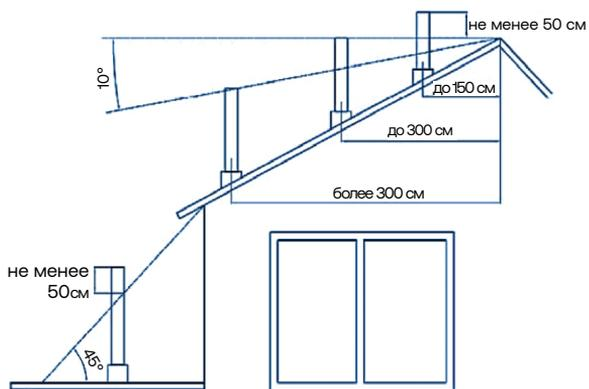

Рис.11
- Оголовок дымовой трубы должен находиться вне зоны возможного ветрового подпора (см. рис.11);